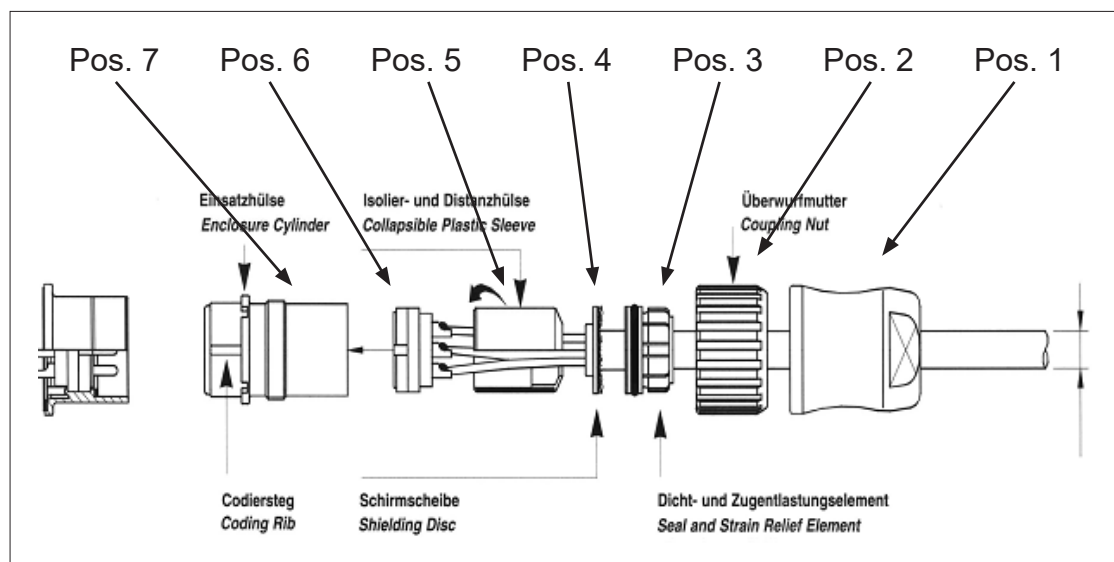

Fig. 8.3. Montaje del enchufe rec. n° 9 300 12 10000 y 9 300 12 20000
- En este ejemplo: Seleccionar un par trenzado negro/marrón y el cable rojo del otro par trenzado negro/rojo, cortar el aislamiento aprox. 5 mm desde el final de estos 3 cables y soldarlos a las clavijas del enchufe (como se muestra en la Fig. 8.3, Pos. 6)